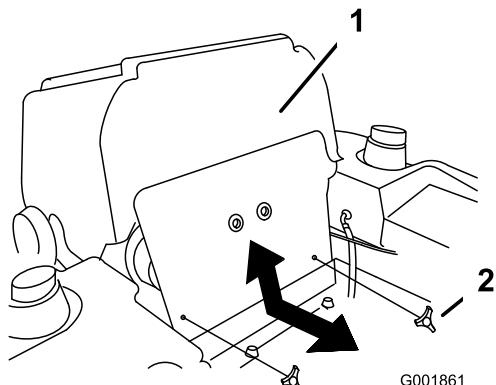

Figura 43
- Inclinate il sedile in avanti e togliete il pannello anteriore del motore (Figura 43).